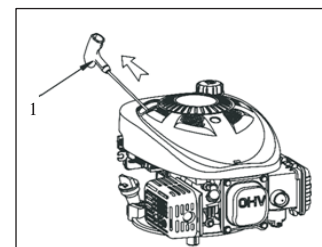

Fig. 3
⚠ PRECAUCIÓN: No permita que la empuñadura de arranque (1) se contraiga contra el motor. Póngala de vuelta suavemente para evitar daños en el arrancador (Fig. 3).